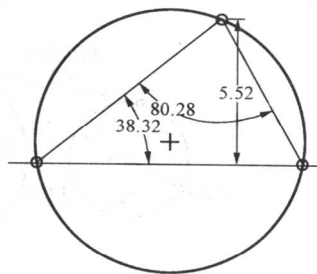

图 1-22 绘制三点圆
(1) 单击  按钮, 然后依次选择三个不同的点。
(2) 单击鼠标中键确认, 完成三点圆的绘制, 如图 1-22 所示, 三个点即三角形的三个顶点。